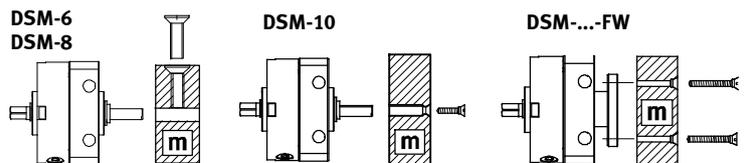

Fig. 5
- Schieben Sie die Nutzlast auf die Abtriebswelle (Zapfenwelle/Flanschwellen) (Fig. 5)